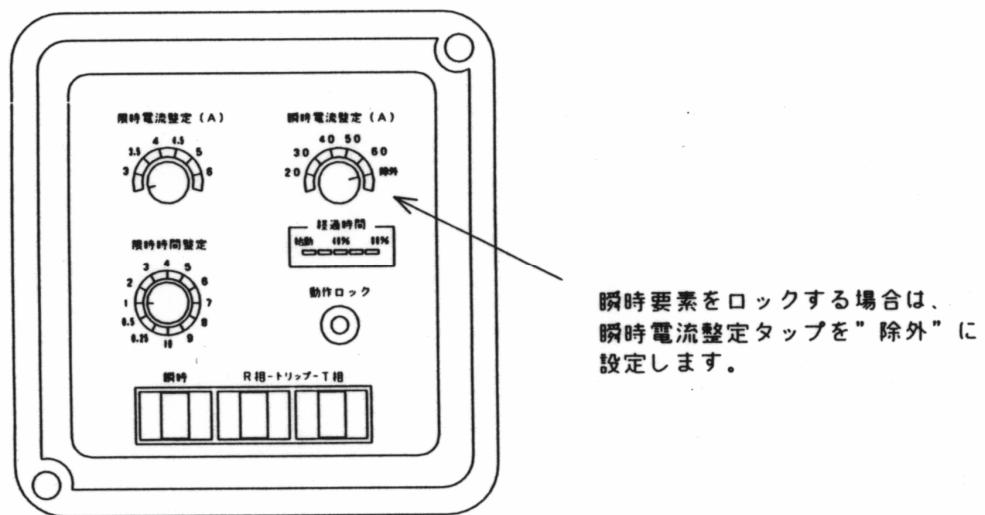

図11：瞬時要素のロック方法（静止形）
**静止形の場合**：瞬時要素整定タップの動作ロック設定(図11)が一般的に付いています。